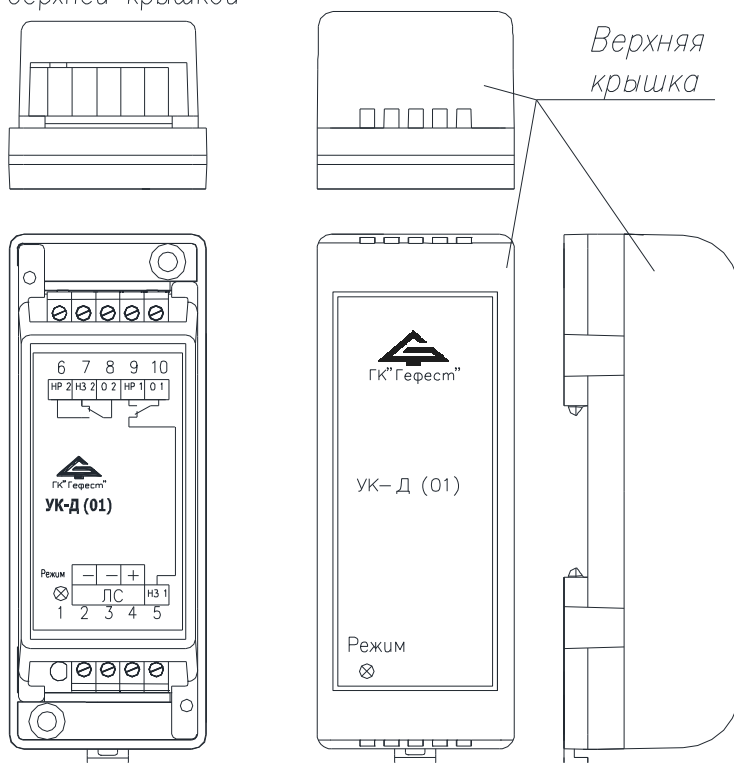

Рис.1
Внешний вид УК-Д(01) представлен на рис. 1.